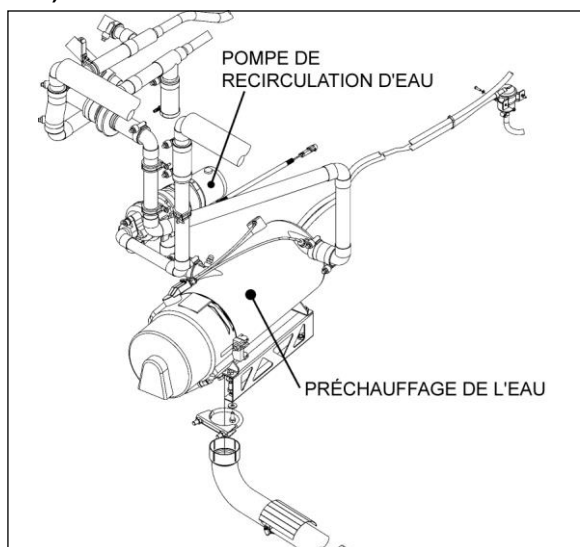

FIGURE 60 : EMPLACEMENT DE LA POMPE DE CIRCULATION – SYSTÈME DE CVC CENTRAL DES SÉRIES X3
- Séries X3 – Compartiment du préchauffeur du liquide de refroidissement (Figure 60)